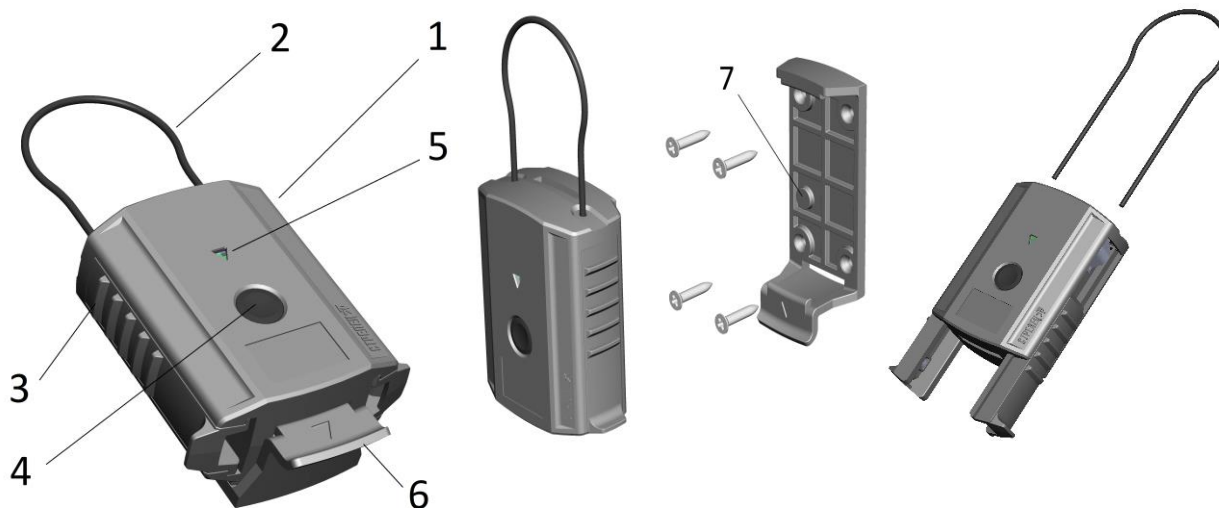
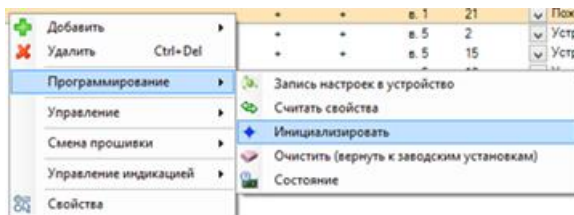
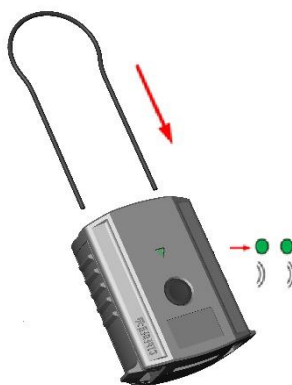

Рисунок 2.1
Рисунок 3.3
Рисунок 3.9
- 2.1.5.1 Устройство в качестве чувствительного элемента использует ВОК (2, Рисунок 2.1). ВОК пропускается в пломбировочные отверстия, образуя замкнутую петлю. В корпусе (1, Рисунок 2.1) устройства ВОК фиксируется с помощью фиксирующих зажимов (3, Рисунок 2.1).
3.2.3.4 Нажать ПКМ на Пломба-ПРО, выбрать пункт "Инициализировать" (см. Рисунок 3.3) и поднести магнит к кнопке "Контроль" (4, Рисунок 2.1).
3.3.1.2 Вставить ВОК в корпус устройства до упора (см. Рисунок 3.9), сдвинув фиксирующие зажимы (3, Рисунок 2.1). Зафиксировать фиксирующими зажимами ВОК в корпусе устройства.